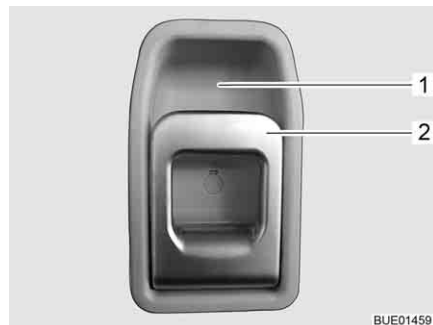

Fig. 31 Serrure de la porte cellule, à l'intérieur
- Tirer sur la poignée (Fig. 31,2). La serrure de la porte est déverrouillée.
- Appuyer sur la poignée (Fig. 31,2) en haut en direction de l'évidement (Fig. 31,1) dans lequel elle repose.